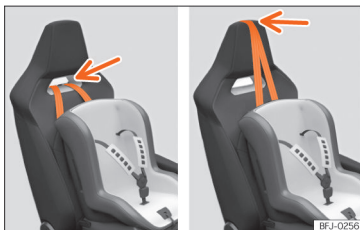

Fig. 5 Seient de l'acompanyant: ajust i muntatge en funció del cinturó Top Tether.
- Per a vehicles amb reposacaps integrat, passeu la corretja pel buit del reposacaps o per sobre » » fig. 5.